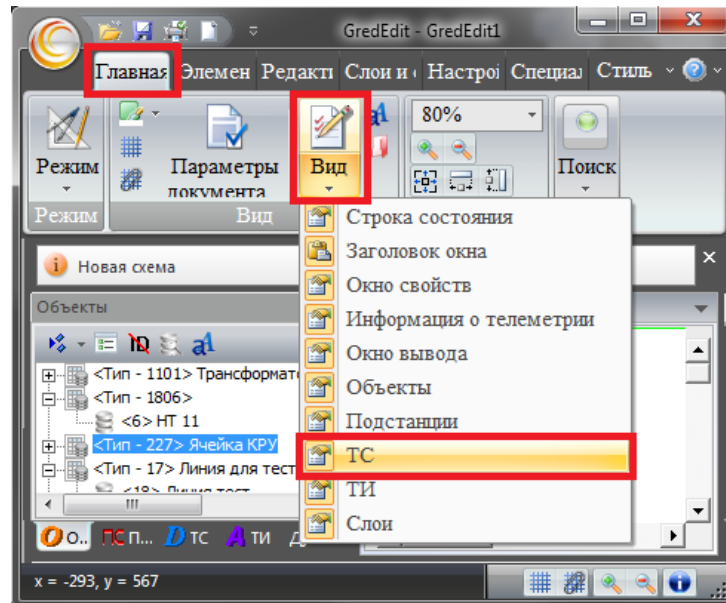

Рисунок 7.9 – Вызов окна «ТС»
- Вызвать окно «ТС», в меню «Вид» (Рисунок 7.9).